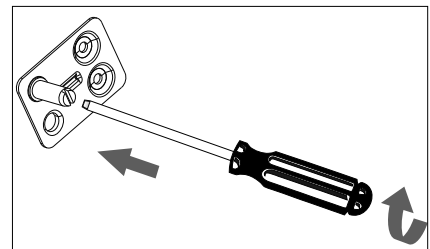

Fig. 7
- ▶ Cambie la espiga de bisagra al orificio del otro lado (fig. 7) y apriétela con un destornillador de ranura.